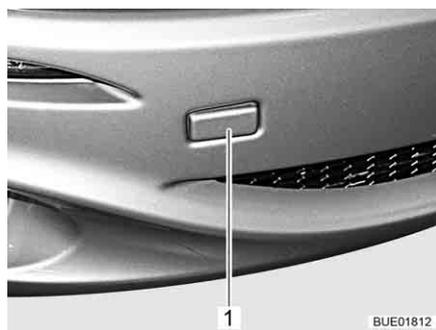

Fig. 50 Copertura per l'alloggiamento dell'occhione di traino
- Rimuovere la copertura (Fig. 50, 1).